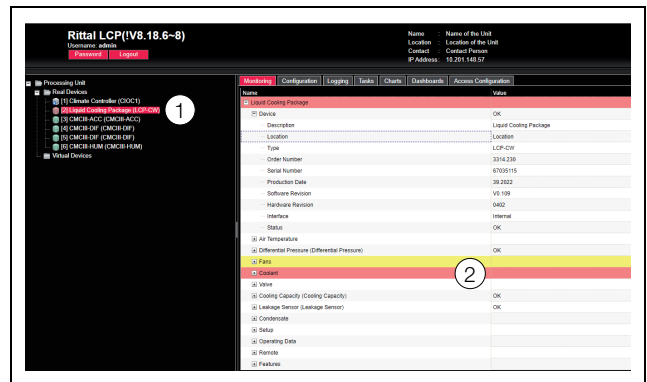

Abb. 120: Auswahl mehrerer Parameter
- Klappen Sie nur den Eintrag „Liquid Cooling Package“ aus, indem Sie auf das „Plus“-Zeichen vor diesem Eintrag klicken (Abb. 120, Pos. 1).
- Setzen Sie den Mauszeiger an das Ende der ersten Spalte in der Zeile „Liquid Cooling Unit“ (Abb. 120, Pos. 2). Es erscheint ein „Edit“-Symbol und der Mauszeiger ändert sich in ein „Hand“-Symbol.